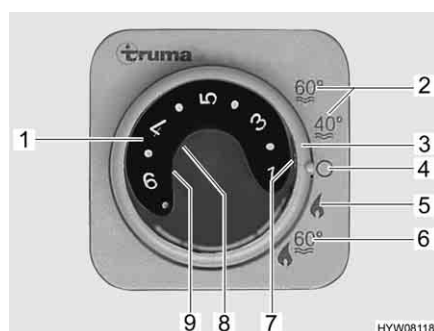

Fig. 89 Centralina di controllo per riscaldamento/boiler
- Impostare la modalità di funzionamento tramite l'interruttore girevole (Fig. 89,3).
A seconda della temperatura ambiente desiderata, il riscaldamento seleziona automaticamente il livello del bruciatore necessario. Al raggiungimento della temperatura ambiente desiderata, il bruciatore si spegne. Durante la modalità di funzionamento "Riscaldamento e boiler" (Fig. 89,6) è riscaldata anche l'acqua nel boiler. Nella modalità di funzionamento "Riscaldamento senza boiler" (Fig. 89,5) è possibile far funzionare il riscaldamento con il boiler vuoto.
- Impostare la manopola della temperatura (Fig. 89,1) sulla centralina di controllo scegliendo la potenza desiderata.
- Posizionare l'interruttore girevole (Fig. 89,3) su funzionamento invernale "Riscaldamento senza boiler" (Fig. 89,5) o "Riscaldamento e boiler" (Fig. 89,6).
Si accende la spia verde di controllo (Fig. 89,7).
- Posizionare l'interruttore girevole (Fig. 89,3) su "O" (Fig. 89,4).